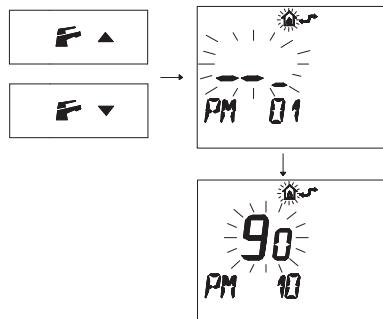

Рисунок 5.46
- Нажмите кнопку или , чтобы вывести на дисплей код "PM10" для выбора частоты повторного включения (Рисунок 5.46).
Рисунок 5.46 показывает заданное значение **90**, которое соответствует повторному включению каждые 3 минуты. Этот параметр можно настроить от нуля до восьми с половиной минут.